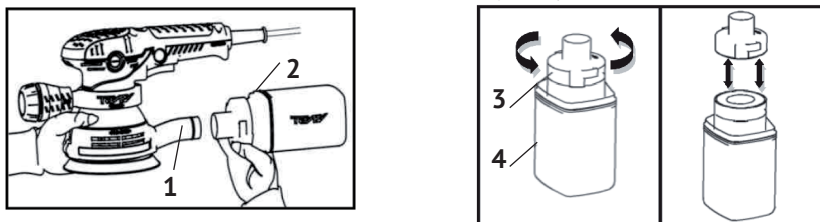

рис. 3
Постоянно следите за наполнением мешка пылесборника продуктами обработки. При заполнении мешка на половину от его ёмкости, проведите его очистку (см. рис.3):
- отсоедините пылесборник (рис.3 поз.2) от патрубка шлифмашины (рис.3 поз.1);
- снимите мешок пылесборника (рис.3 поз.4) с патрубка (рис.3 поз.3), слегка повернув его против часовой стрелки;
- соединив мешок с патрубком пылесборника (поворот по часовой стрелке), установите пылесборник на патрубок пылеотвода шлифмашины (рис.3 поз.1).